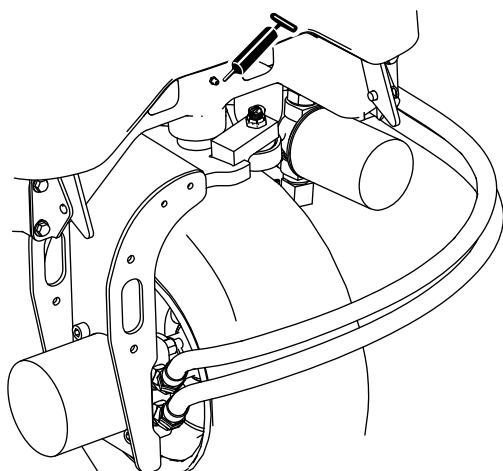

Рисунок 37
- Шарнир поворотного кулака (Рисунок 37).